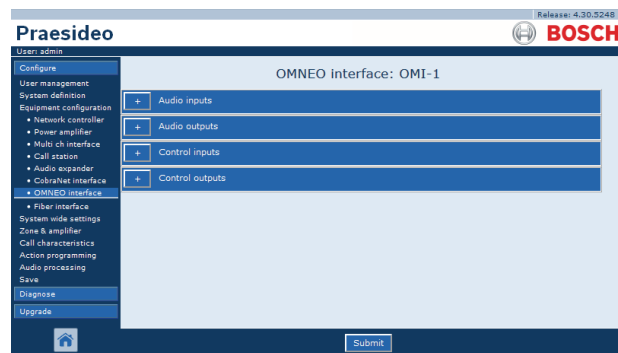

figura 44.45: Configurar interfaz OMNEO, paso 2
- 2 Haga clic en el nombre de la interfaz OMNEO que debe configurarse. Aparece una pantalla similar a la mostrada en figura 44.45 en el cuadro principal de la interfaz Web.